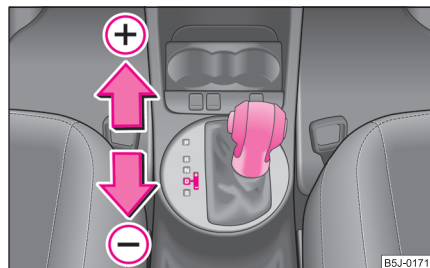

Fig. 108 Sélecteur:
- Poussez le sélecteur (en position Tiptronic) vers l'avant ⇒ fig. 108 (+). ►